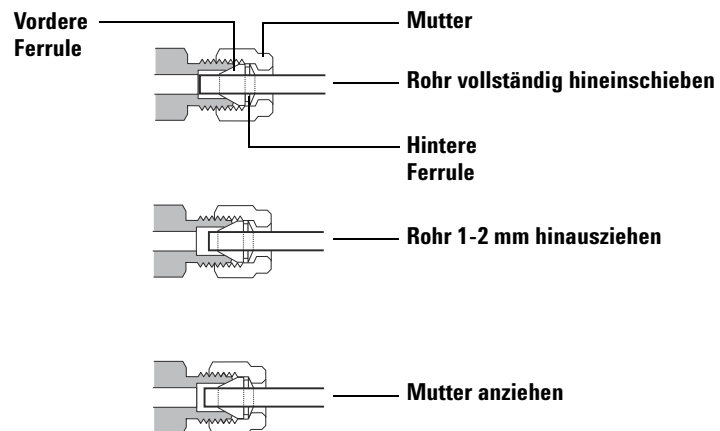

Abb. 10 Einfügen der Leitung
- 5 Schieben Sie das Rohr vollständig in den Stecker und ziehen Sie es ungefähr 1 bis 2 mm heraus (Abb. 10).